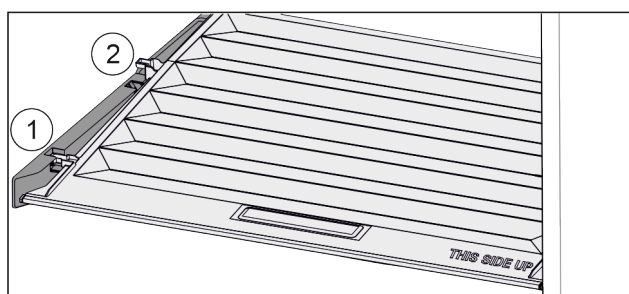

Fig. 124
- ▶ Træk dækslet fremad til åbning i holdedelene Fig. 124 (1).
- ▶ Løft nedefra og bevæg det opad og ud Fig. 124 (2).